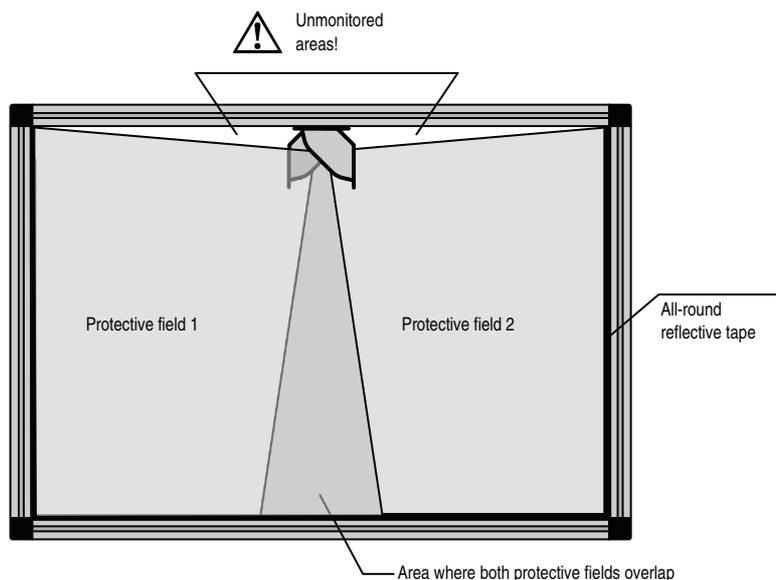

Figura 30 – Aplicación con campo de protección grande (2 x SC300)
- Guíe la varilla de prueba lentamente a lo largo del borde exterior del campo de protección, como se muestra en la Figura 30.